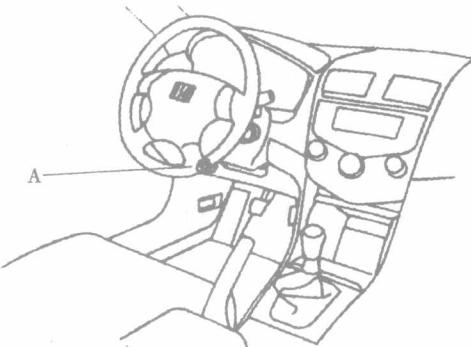

图 1-2 将 PGM 测试仪或 HDS 接至位于
② 如果 MIL 一直亮着, 将 PGM 测试仪或 HDS 接至位于驾驶员侧仪表板下的数据传输插接器(DLC)上, 如图 1-2 中 A 所示。